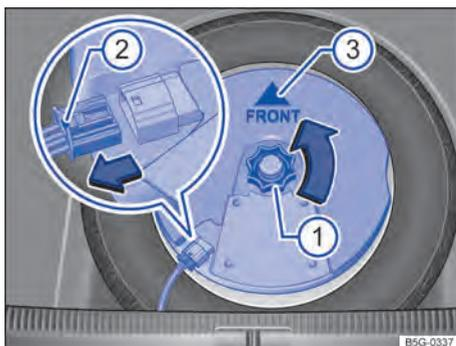

Fig. 218 No compartimento de bagagem: desinstalar subwoofer (variante 2).
- Desrosquear o manípulo ⇒ Fig. 218  no sentido anti-horário (seta).
- Colocar o subwoofer cuidadosamente no caixa do aro. A ponta do símbolo da seta “FRONT” ⇒ Fig. 218  deve indicar para frente no subwoofer.